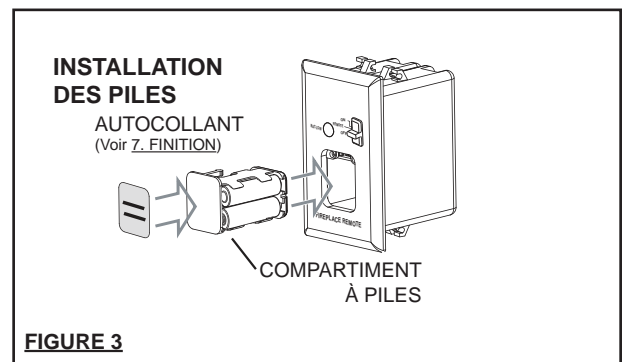

FIGURE 3
1.4 Remettez en place l'interrupteur noir avec l'interrupteur blanc inclus afin de correspondre à la plaque murale. Insérez quatre piles « AA » dans le compartiment à piles, puis insérez le compartiment dans le récepteur. **FIGURE 3**